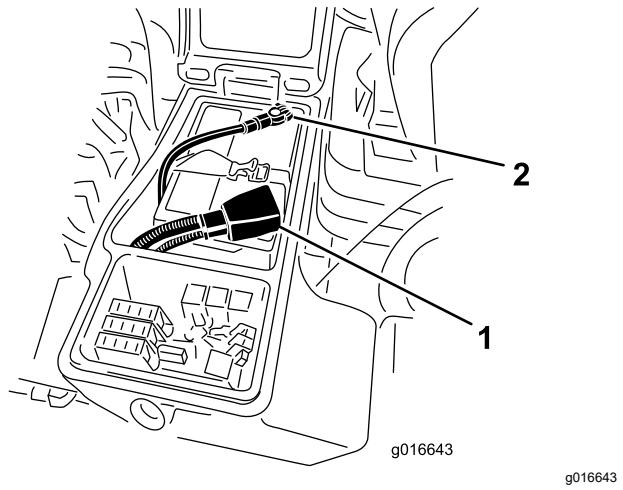

Figure 133
- Débranchez le câble négatif de la batterie (Figure 133).